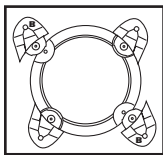
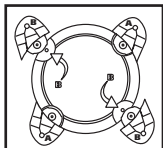

FIGURA 6
FIGURA 7
5. Tome las bases para las ruedas marcadas con la letra **B**, **FIGURA 6**, e inserte el vástago de la base de la rueda dentro de los orificios ubicados en la parte frontal derecha y posterior izquierda del depósito también marcados con la letra **B**. **FIGURA 7**.